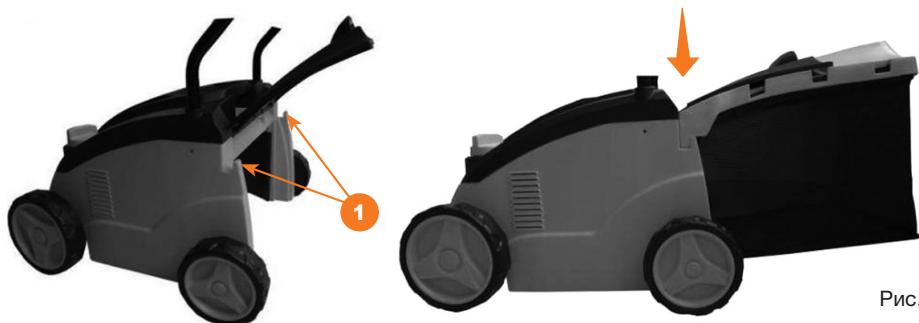

Рис. 3
- Чтобы присоединить травосборник, приподнимите крышку, а затем совместите крепежные отверстия травосборника, с направляющими ❶ и вставьте травосборник (рис. 3).